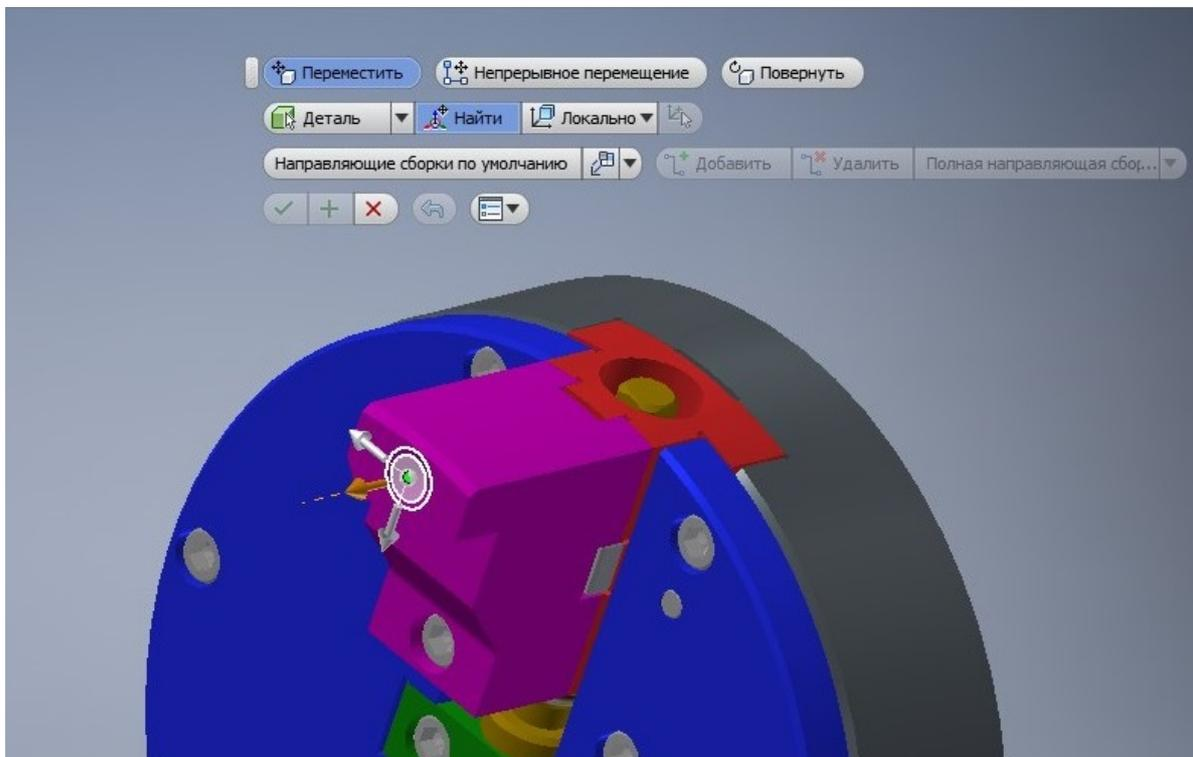

Рис. 22. Выбор команд в диалоговом окне
5. В появляющейся вкладке имеем несколько команд: выбираем ПЕРЕМЕСТИТЬ НЕПРЕРЫВНОЕ ПЕРЕМЕЩЕНИЕ ПОВЕРНУТЬ. (рис. 22.)